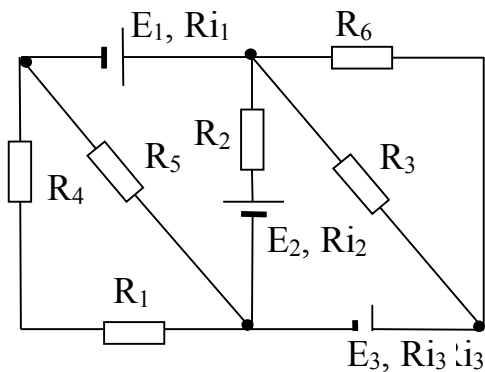
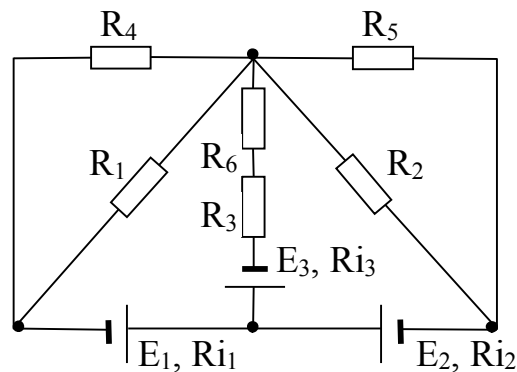
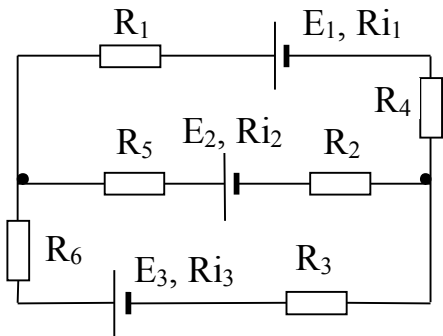
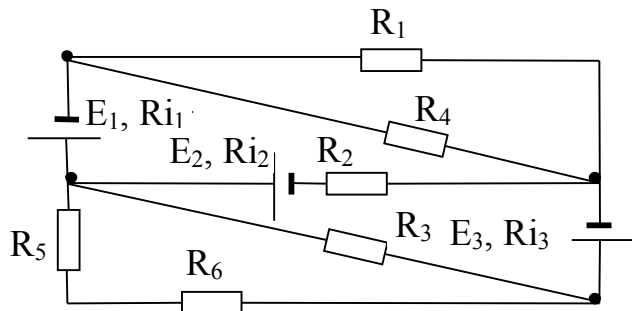

Рисунок 1
Рисунок 2
Рисунок 3
Рисунок 4
1. Вычертить схему (рис. 1, рис. 2, рис. 3, рис. 4) и выписать параметры электрической цепи согласно варианту из таблицы 1.
3. Проанализировать схему (рис. 1, рис. 2, рис. 3, рис. 4 соответственно): количество узлов, ветвей, токов и сколько уравнений необходимо составить по первому и второму законам Кирхгофа.
11. Разбить цепь (рис. 1, рис. 2, рис. 3, рис. 4) на независимые контуры и в каждом из них задаться направлением расчетного контурного тока (I_k).